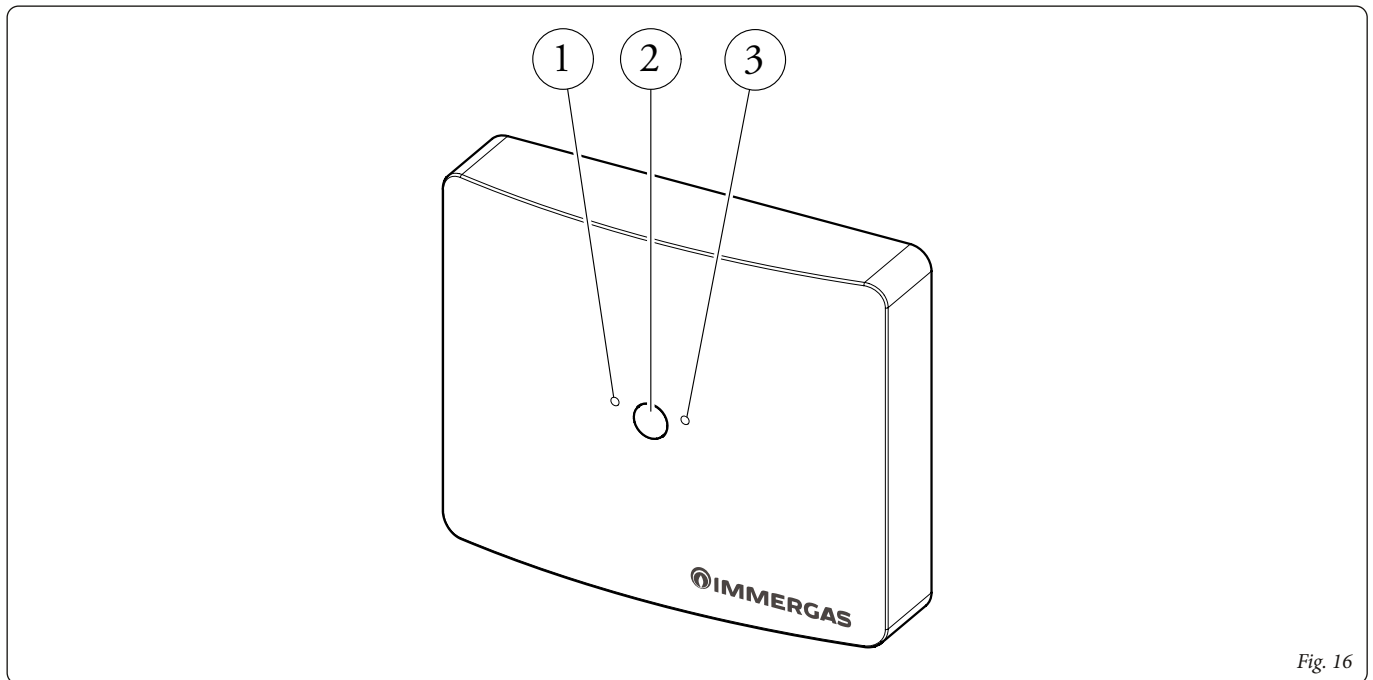

Fig. 16
Sulla sonda wireless sono presenti due leds (1-3) a fianco del pulsante (2) (Fig. 16). Le segnalazioni possibili su questi leds sono le seguenti.
On the wireless probe there are two LEDs (1-3) next to the button (2) (Fig. 16). The possible signals on these LEDs are the following.